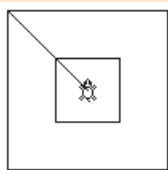

图 1.22 王刚同学画“回”字的屏幕截图
1. 图 1.22 所示是王刚同学在指挥小海龟画完“回”字后,忘了让它“提笔”就“回家”了的屏幕截图!